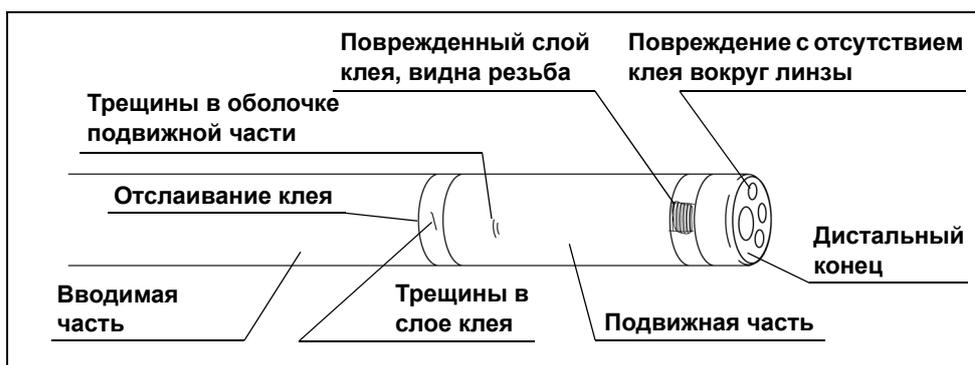

Рис. 3.4
- Компания Olympus подтвердила отсутствие ухудшений при выполнении указанного количества циклов стерилизации. В случае превышения количества циклов стерилизации данного эндоскопа могут возникнуть ухудшения, показанные на рис. 3.4. В таком случае требуется произвести техническое обслуживание. За дополнительными сведениями обращайтесь в компанию Olympus.
- Повреждения, трещины или отслаивания могут возникнуть на подвижной части, как показано на рис. 3.4, а также на вводимой части/секции.